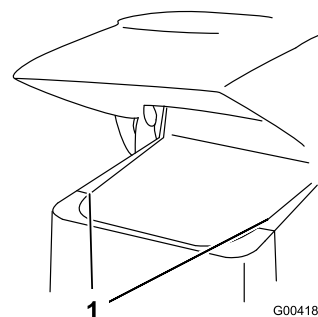

Figure 26
- Faites coulisser les panneaux latéraux (Figure 26) vers le haut pour les sortir des fentes du panneau avant et du cadre.